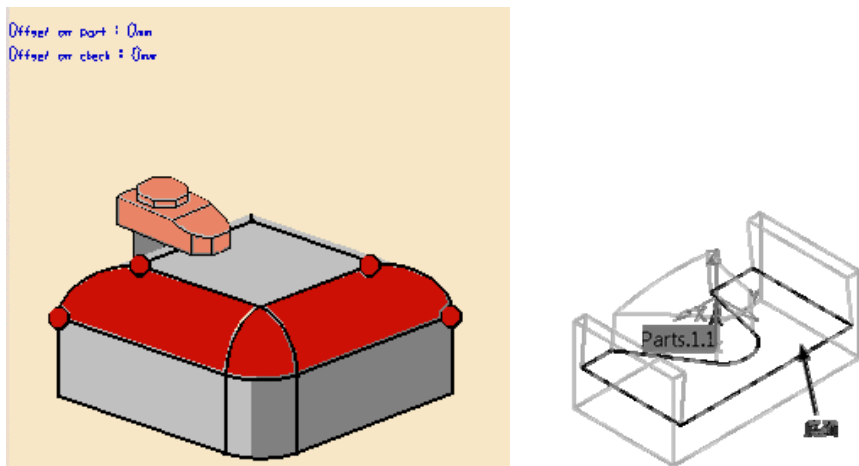

图 5-124 选择加工区域 (8)
- 定义加工区域（8）。单击“Isoparametric Machining.1”对话框中的, 切换到几何参数选项卡，单击对话框中的加工曲面感应区，选择型腔底面作为加工对象，如图 5-124 所示，在空白处双击鼠标左键返回。